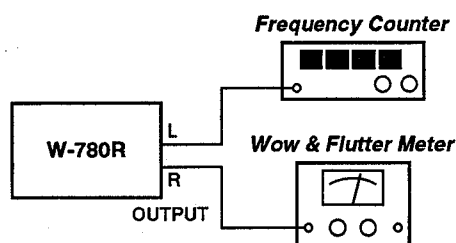

Fig. 2-1
1. Connect a wow-and-flutter meter to the deck as shown in Fig. 2-1.
1. Fig. 2-1のようにワウ・フラッタメーターを接続する。
1. Connect a frequency counter to the deck as shown in Fig. 2-1.
1. Fig. 2-1のように周波数カウンターを接続する。